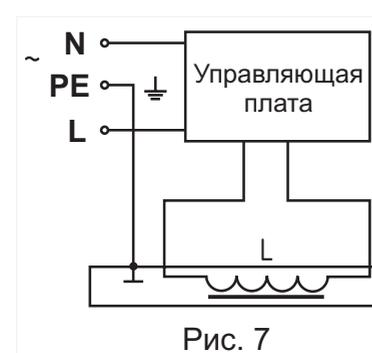

Рис. 7
4.3.7 Электрическая схема подключения клапана приведена на рис. 7.